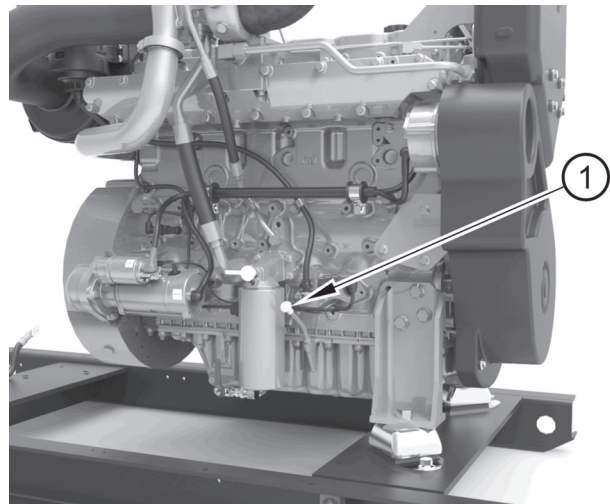

Abbildung 32
7. Füllen Sie die Ölwanne mit der richtigen Menge neuen Motorschmieröls. Warten Sie, bis das Öl in die Wanne geflossen ist. Nehmen Sie den Peilstab (Abbildung 32, Nummer 1) heraus und stellen Sie sicher, dass das Schmieröl bis zur Voll-Markierung geht. Füllen Sie höchstens bis zu dieser Voll-Markierung des Peilstabs auf. Stellen Sie sicher, dass der Peilstab richtig in das Peilstabrohr eingeführt ist.